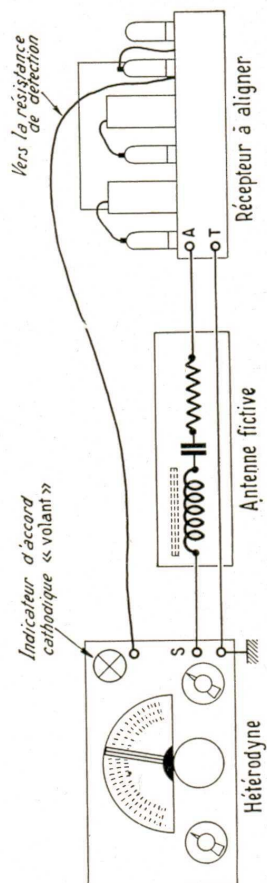

FIG. VIII-2
Avant tout, il convient de connecter un indicateur d'accord qui sera, soit un indicateur cathodique « volant » connecté sur la résistance de détection, soit un outputmètre branché à la sortie BF du récepteur (comme pour l'alignement des circuits MF). Ensuite, on pourra relier la sortie du générateur HF à l'entrée (douilles antenne-terre) du récepteur en intercalant une « antenne fictive » ; voir figure VIII-2. Cette antenne fictive est constituée par une bobine de 20 microhenrys, un condensateur de 200 pF et une résistance au carbone de 25 ohms, le tout connecté en série. Personnellement, nous n'utilisons que très rarement ce dispositif : Le récepteur à aligner est muni d'une antenne moyenne normale, le circuit d'entrée se trouvant ainsi chargé correctement; quant au générateur HF, il rayonne son signal au moyen d'une tige verticale (cuivre 20/10 de mm) connectée à la sortie **S**.
I. Si le récepteur comporte un dispositif anti-morse intercalé dans l'entrée d'antenne, il convient de le régler aussi. Pour cela, on attaque l'entrée du récepteur par le générateur HF (voir fig. VIII-2), mais directement sans l'intercalation d'une antenne fictive. Le récepteur est réglé sur un point quelconque de la bande PO, et avec le générateur, on injecte un fort signal de fréquence égale exactement à la valeur MF du récepteur. On ajuste alors le filtre anti-morse pour obtenir l'absorption maximum, c'est-à-dire la déviation minimum de l'indicateur d'accord pour la fréquence injectée.